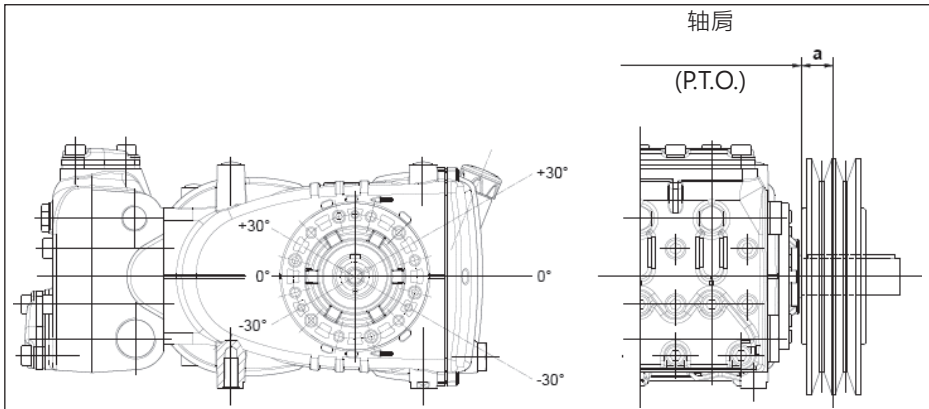

图 10
泵轴上的径向载荷不能超过3000 N(布局定义所必须的数值)。只有该载荷作用在距离轴肩(P.T.O.)的一段最大长度 $a=30$ mm时，传动才被视为适当，见图10。
- b) 使用高效能皮带 - 例如XPB而不是SPB - 同样的功率传递，使用的皮带数量会相对少，继而相对轴肩(P.T.O.)的距离也会减少。图 10的“a”
- e) 按照图 10指出的方向张紧皮带，其他需求请联系技术部或售后服务中心。